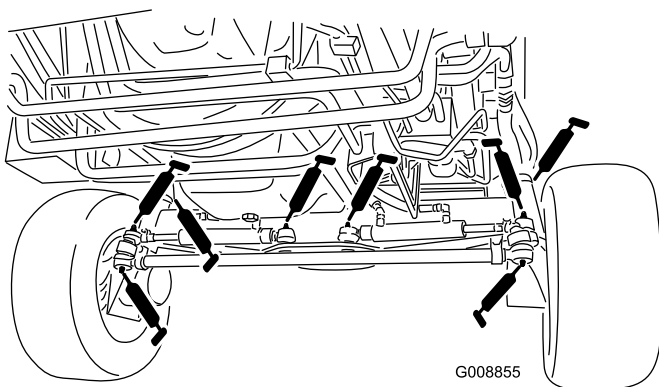

Bild 51
- Lenkzylinder-Kugelgelenke (4) (Bild 51)
- Zugstange-Kugelgelenke (2) (Bild 51)
- Achsschenkelbolzen (2) (Bild 51)